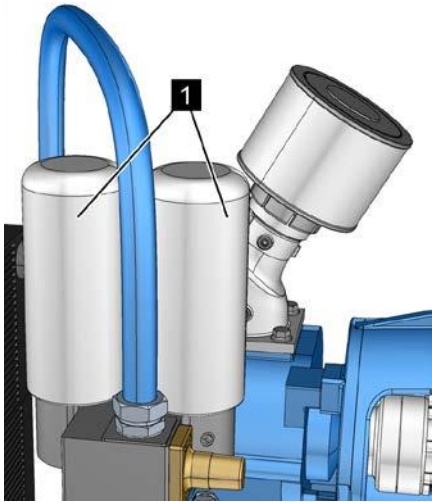

Рис. 44: Тонкий очиститель
8. Ввинтите новый тонкий очиститель (Рис. 44/1) до упора.
9. Вручную подтяните новый тонкий очиститель (Рис. 44/1) на пол-оборота.
10. Аналогично поступите с остальными тонкими очистителями (Рис. 44/1).